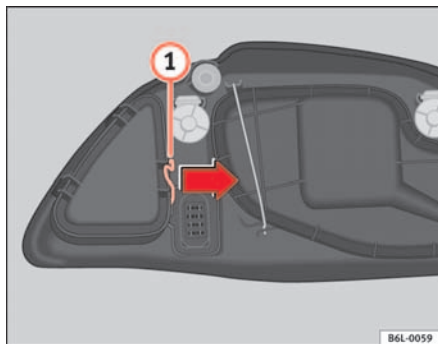

Abb. 146 Standlicht
- Die Strebe **1** ⇒ Seite 223, Abb. 146 in Pfeilrichtung verschieben und den Deckel abnehmen.